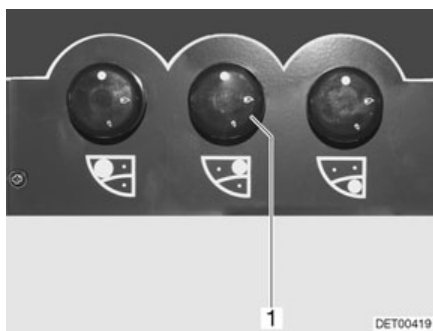

Fig. 140 Elementos de mando para la cocina de gas
- Girar el regulador giratorio (Fig. 140,1) correspondiente al quemador deseado a la posición de encendido (llama alta).